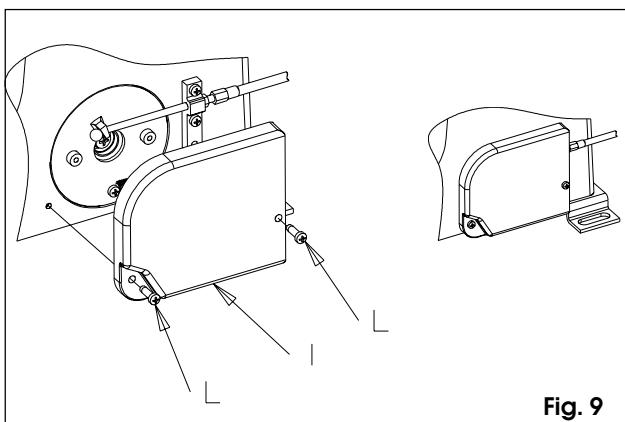

Fig. 9
- 9) Posizionare il carter manopola **I** al corpo riduttore con le viti **L**, Fig.9.
- 9) Position the knob housing **I** on the body of the gearmotor with screws **L**, Fig.9.
- 9) Positionner le carter du bouton **I** sur le corps du réducteur avec les vis **L**, Fig.9
- 9) Coloque el cárter empuñadura **I** en el cuerpo reducтор con los tornillos **L**, Fig.9.
- 9) Das Gehäuse des Griffs **I** am Körper des Getriebes mit Hilfe der Schrauben **L** befestigen, Abb. 9.